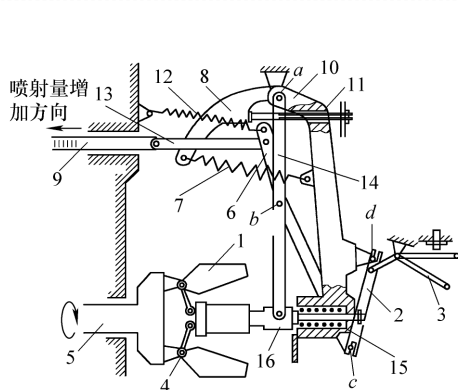

图 7-25 怠速工作情况
② 无负荷运转（怠速）工况。发动机怠速运转时工作情况如图 7-25 所示。控制杠杆处于无负荷位置，通过杠杆传动使得齿条被拉到最右端（最小供油位置）。怠速转速下飞块离心力将怠速弹簧压缩，当离心力与怠速弹簧弹力相平衡状态时，齿条位置保持不动。